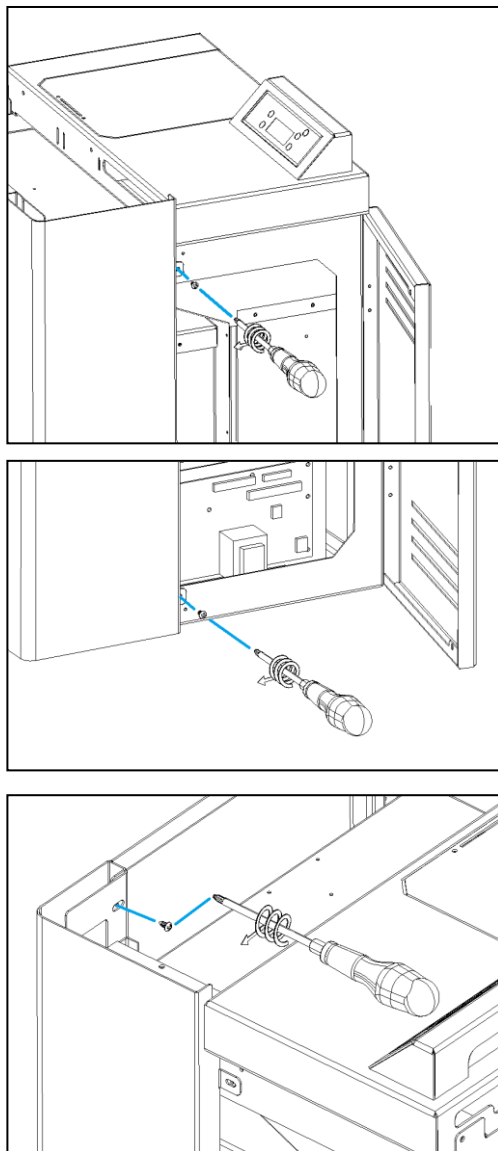

Figura 5 – Fixação das laterais da envolvente
- d) Apertar as laterais, como mostra a figura 5, utilizando cada lateral, três parafusos A (respectivamente).